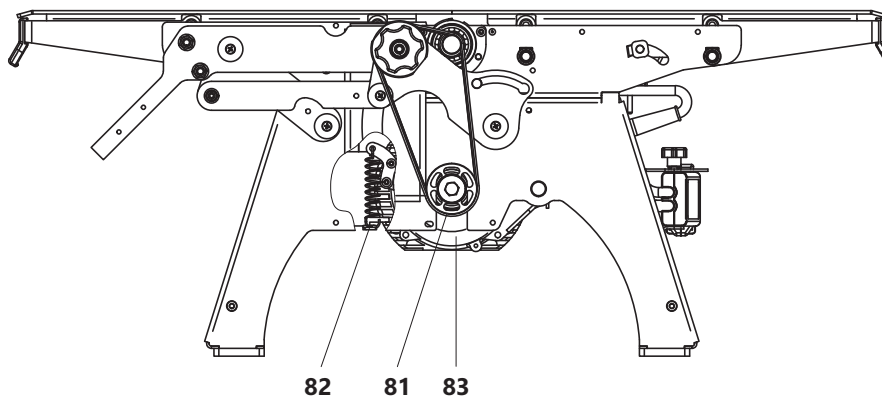

Рис. 23
- ослабить натяжение ремня 81 (рис. 23), отжав двигатель 83 вверх, либо сняв пружину натяжения 82;